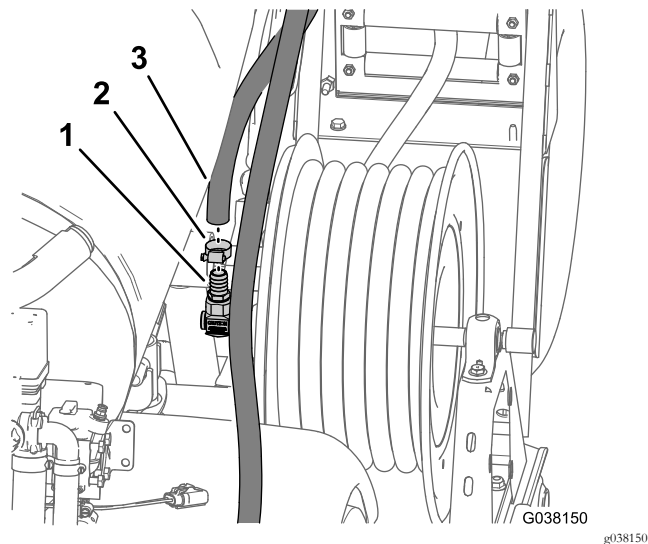

Figura 98
- Montate il flessibile di alimentazione sul raccordo dentellato nell'ingresso dell'avvolgitubo (Figura 98) e fissate il flessibile con una fascetta stringitubo da 13 a 32 mm.